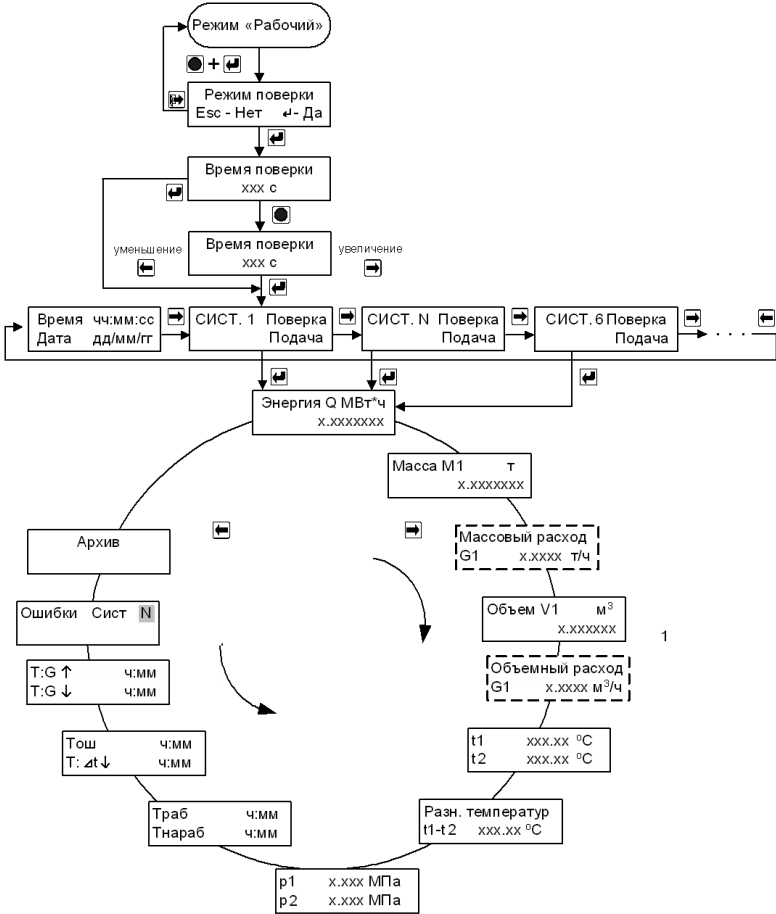

Рис. 7.4
**ВНИМАНИЕ !** При входе в меню (см. рис. 7.4):
Схема меню режима «Поверка» для дополнительных систем «Расходомер V» приведена на рис. 7.4а.
Рис. 7.4а